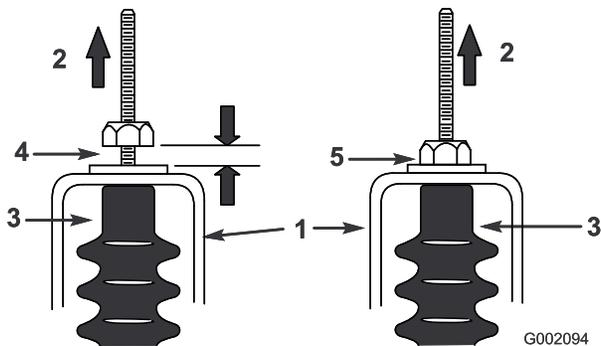

Figura 68
5. Puxe cada cabo de mudanças para se certificar de que existe folga de 0,76 a 1,52 mm entre a porca/anilha e o suporte neutro (Figura 68).